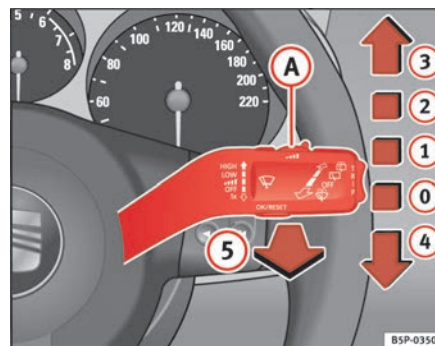

Fig. 86 Palanca del limpia-lavacristales
La palanca del limpiacristales ⇒ fig. 86 tiene las siguientes posiciones:
- Si se detiene el vehículo estando el limpiaparabrisas funcionando en la posición  $\Rightarrow$  página 127, fig. 86 ② o en la posición ③, automáticamente comenzará a funcionar en una posición inferior. Si el vehículo reinicia la marcha, el limpiaparabrisas seguirá funcionando en la posición seleccionada originalmente